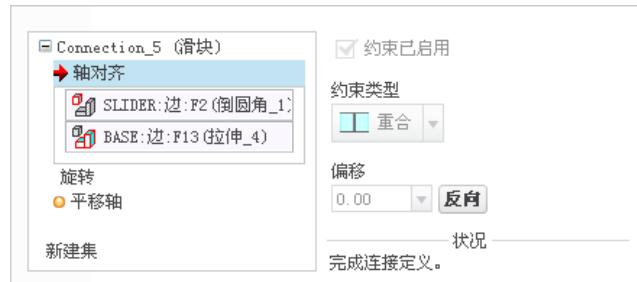

图 9.5.18 “放置”界面
(1) 在连接列表中选取 **滑块** 选项，此时系统弹出“元件放置”操控板，单击操控板菜单中的 **放置** 选项卡。
(2) 定义“轴对齐”约束。分别选取图 9.5.17 所示的两条边线为“轴对齐”约束参考，此时 **放置** 界面如图 9.5.18 所示。